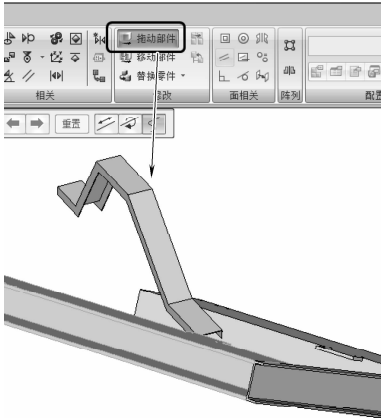

图 8-17 拖动部件
(2) 为了便于进行配合约束，先旋转【零件4】，单击【主页】菜单中的【修改】一栏中的【拖动部件】后，单击弹出窗口中的【确定】按钮，如图 8-17 所示。